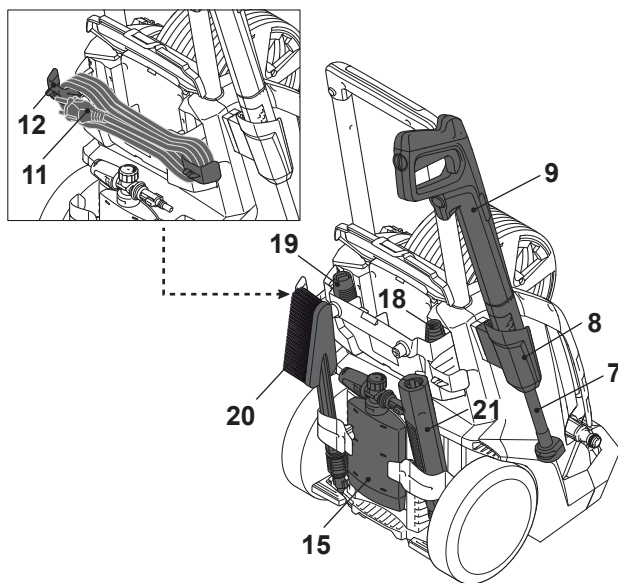

Fig. 16
Folosiți suportul cablului de alimentare (12) pentru a depozita cablul de alimentare (11) (Fig. 16).
Utilizați suportul superior al pistolului de pulverizare (8) pentru a depozita pistolul de pulverizare (9) și lancea de extindere (7) (Fig. 16).
Accesorii (rezervorul de soluție (15), duzele (18,19), lancea de extensie scurtă (21), peria pentru jante (20) pot fi depozitate în spatele produsului. (Fig. 16).